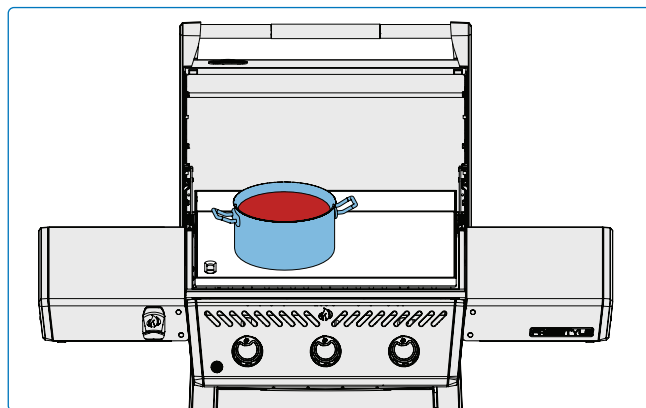

Рис. 10
- Разогревайте соусы на противне. Поставьте кастрюлю сбоку на слабый или средний огонь. (Рис. 10).